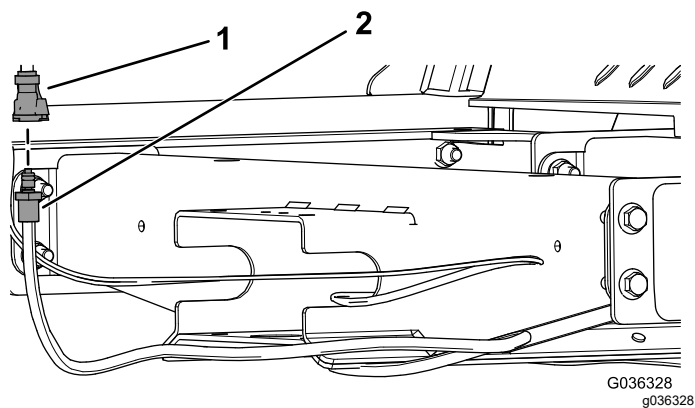

図 5
3. キットのホースのメスのストレートフィッティングを、キャブホースのオスのストレートフィッティングに取り付ける 図5。